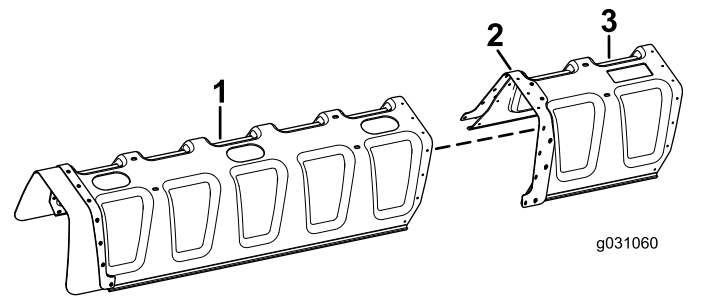

图5
1. 将 11 喷嘴喷洒臂护罩上的孔与连接至 12 喷嘴喷洒臂护罩的加强板上的孔对齐 图5。